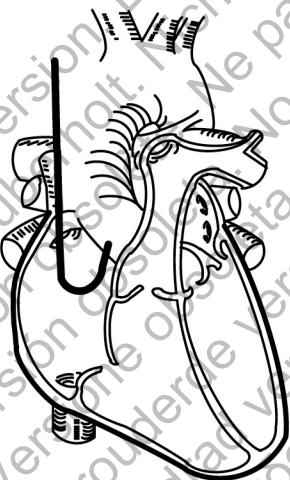

Figura 8. Colocación auricular
4. Tire suavemente del conjunto formado por el cable y el estilete en el punto de entrada venoso para cerciorarse de que la punta del cable y el endocardio se estén tocando. Una posición satisfactoria será aquella en la que la punta del cable esté colocada contra el endocardio en la aurícula (Figura 8 Colocación auricular en la página 20).